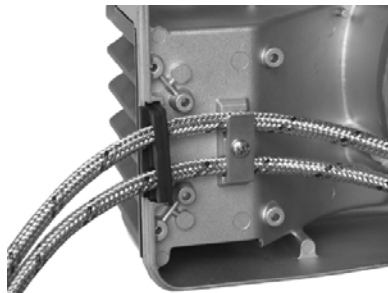

Рис. 27
- 4 Закрепить шланги, как указано на Рис. 27